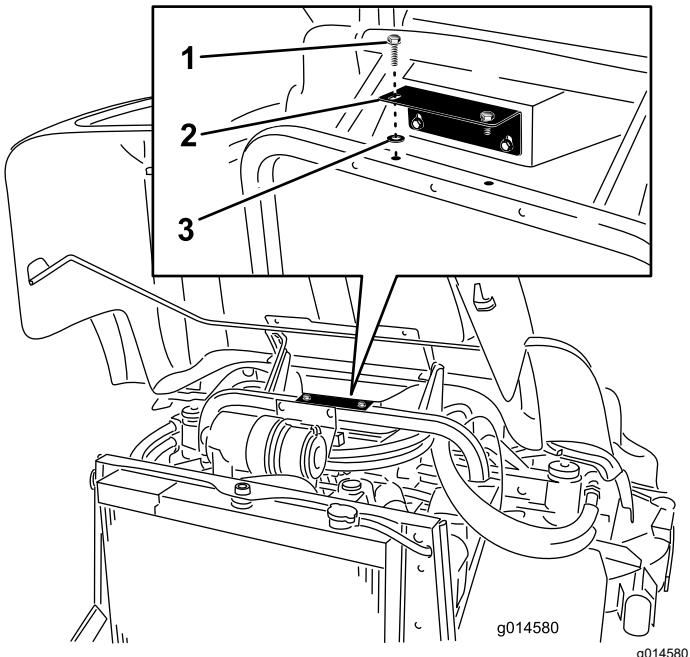

図7
- 収納部サポートブラケットをフレームに固定している2本のフランジヘッドねじを外す図7。